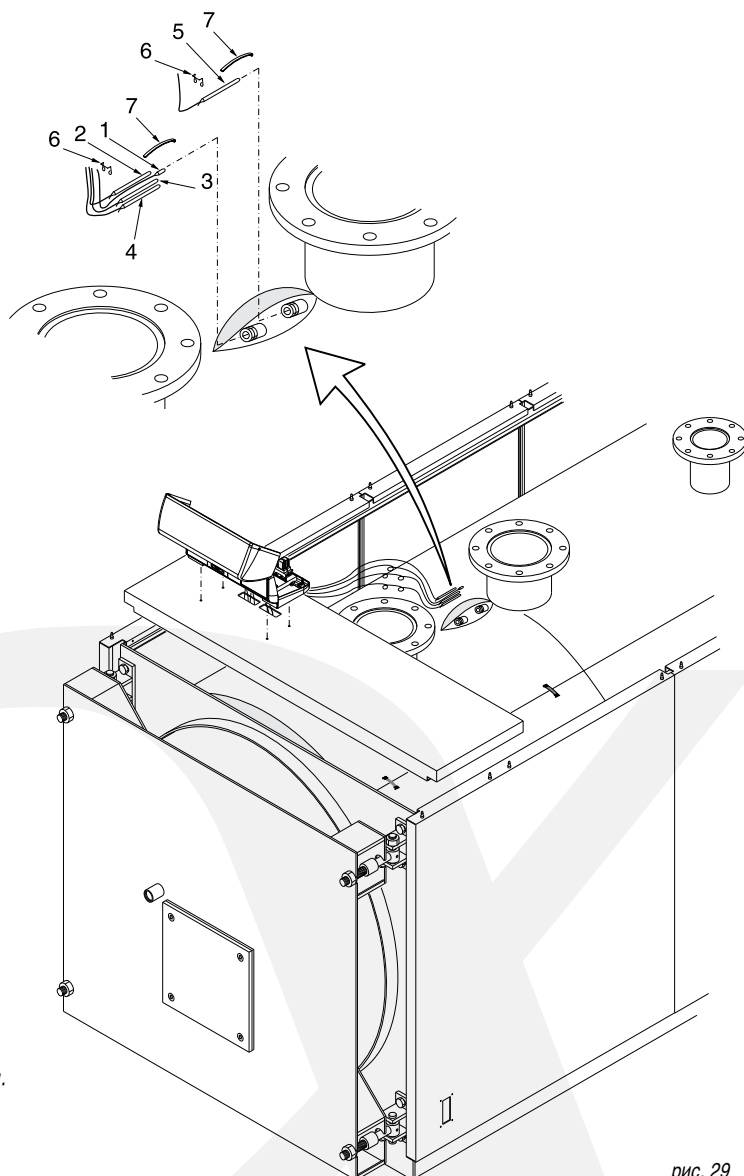

рис. 29
- F) Вставьте датчики приборов в манжеты, как показано на рис. 29 и подключите пульт управления к электропитанию, к горелке, насосам, и т.д. Закройте крышку панели управления.
- E) Положить верхнюю панель (поз. 8) в сборе с пультом управления на боковые части кожуха. Вставьте датчики приборов в манжеты, как показано на рис. 29 и подключите пульт управления к электропитанию, к горелке, насосу, и т.д. Закройте крышку панели управления. Проведите кабель горелки через зажимную панель проводов (поз. 5) со стороны его выхода и зафиксируйте кабель при помощи прилагаемого хомута. Зафиксируйте маленькие панели (поз. 5) на боковых панелях обшивки. С обратной стороны котла аккуратно соедините выходящие электрические кабели в связку при помощи прилагаемого зажима.
- E) Вставьте датчики приборов в манжеты, как показано на рис. 29 и подключите панель управления к электропитанию, к горелке, насосам, и т.д. Закройте крышку панели управления. Проведите кабель горелки через зажимную панель проводов (поз. 7) со стороны его выхода и зафиксируйте кабель при помощи прилагаемого хомута. Зафиксируйте маленькие панели (поз. 7) на боковых панелях обшивки. С обратной стороны котла аккуратно соедините выходящие электрические кабели в связку при помощи прилагаемого зажима.
Произведите установку датчиков в погружную гильзу, расположенную в верхней части котла (см. рис. 29) в следующей последовательности: